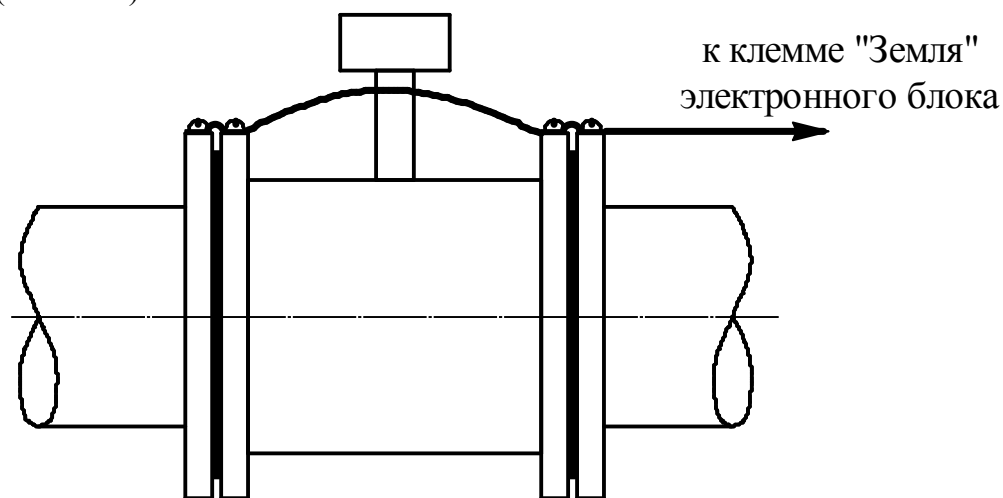

Рис. 6
2.2.2.10. Ответные фланцы трубопроводов и направляющие фланцы должны быть надежно электрически соединены между собой и клеммой «Земля», расположенной на корпусе электронного блока, с помощью провода типа ПВЗ с изоляцией желто – зеленого цвета сечением не менее $2,5 \text{ мм}^2$ (см. Рис.6).